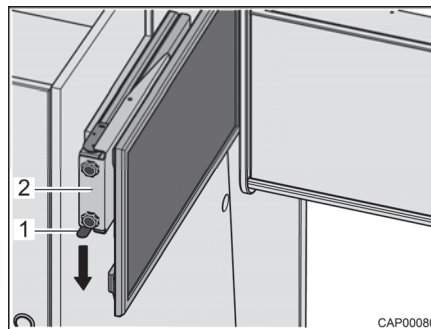

Fig. 94 Dispositivo de extracción con pantalla plana
- Presionar el resorte de cierre (Fig. 94,1) hacia abajo y extraer el dispositivo de extracción (Fig. 94,2) con pantalla plana horizontalmente hacia el centro del vehículo.
- Introducir el dispositivo de extracción (Fig. 94,2) con pantalla plana horizontalmente hasta el tope. El resorte de cierre (Fig. 94,1) engatillará audiblemente.